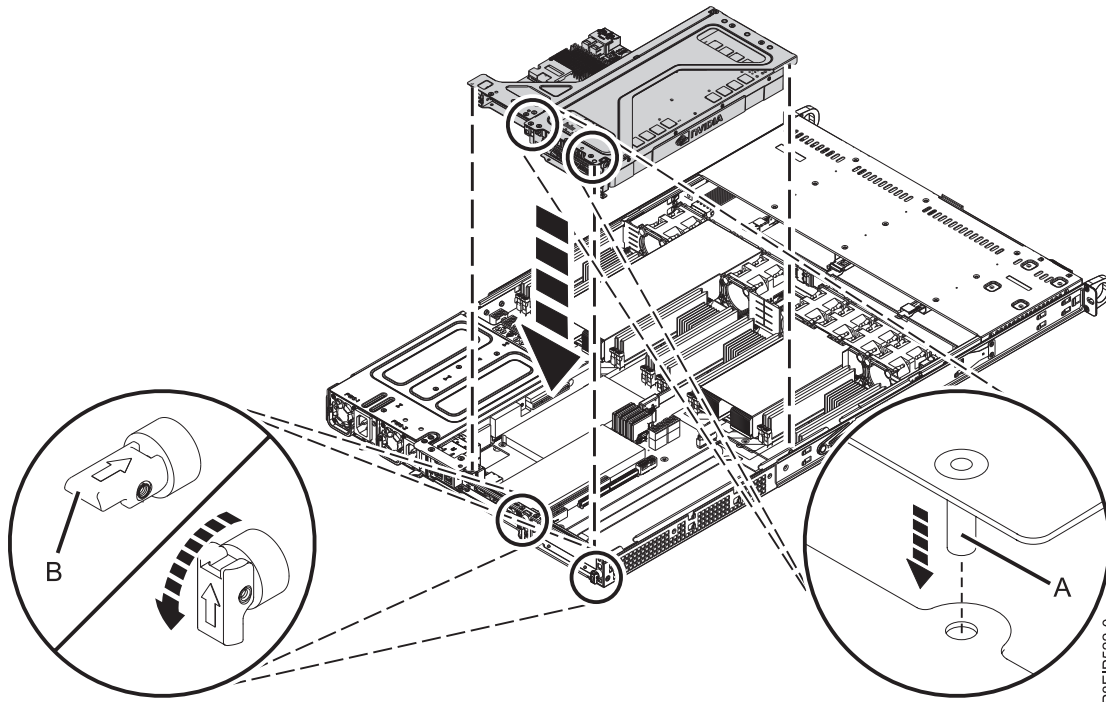

Figura 45. Sustitución de la tarjeta de expansión PCIe
- d. Coloque la tarjeta de expansión del adaptador PCIe y las tarjetas que contiene en la placa posterior del sistema, como se muestra en la Figura 45 en la página 42.
- 1) Asegúrese de que las patillas de liberación del receptáculo de PCIe (B) estén retiradas, de forma que las flechas apunten al sistema.
- 2) Utilice las patillas de alineación (A) y las ranuras para ayudarle a insertar correctamente las tarjetas de expansión y volver a colocar la cubierta